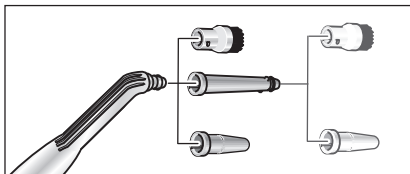

Abb. 6: Aufsätze für Punktstrahldüse
- Um die Reinigungsleistung beim Arbeiten mit der Punktstrahldüse (D1) zu erhöhen, können Sie diese mit der der Verlängerung (D2), der Rundbürste (D3) oder der Powerdüse (D4) verwenden (siehe Abb. 6).